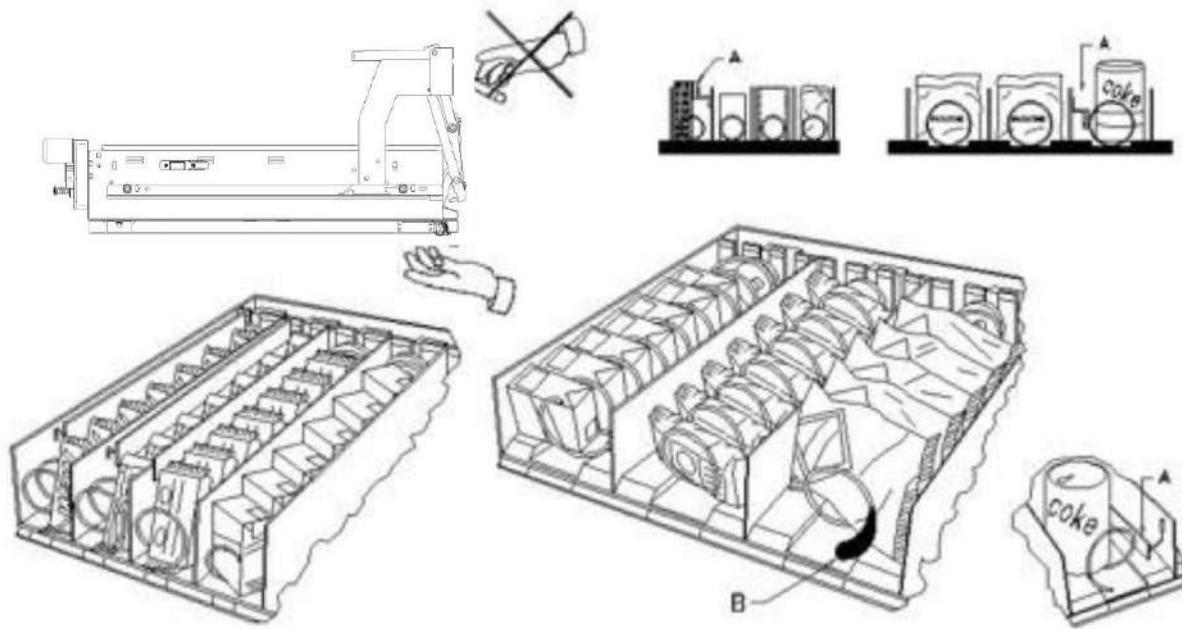

Abb. 3
8.2 TRENNWÄNDE FÜR PRODUKTE IN DEN SCHUBLÄDEN (Abb. 3)
8.3 AUSSTOßER FÜR PRODUKTE (Abb. 3)